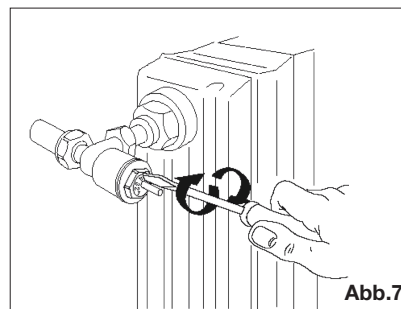

Abb.7
- 2) Falls erforderlich die Voreinstellung durchführen, dabei die Projektanweisungen befolgen oder die Position aus den entsprechenden Nomogramme wählen (**Abb. 7**);